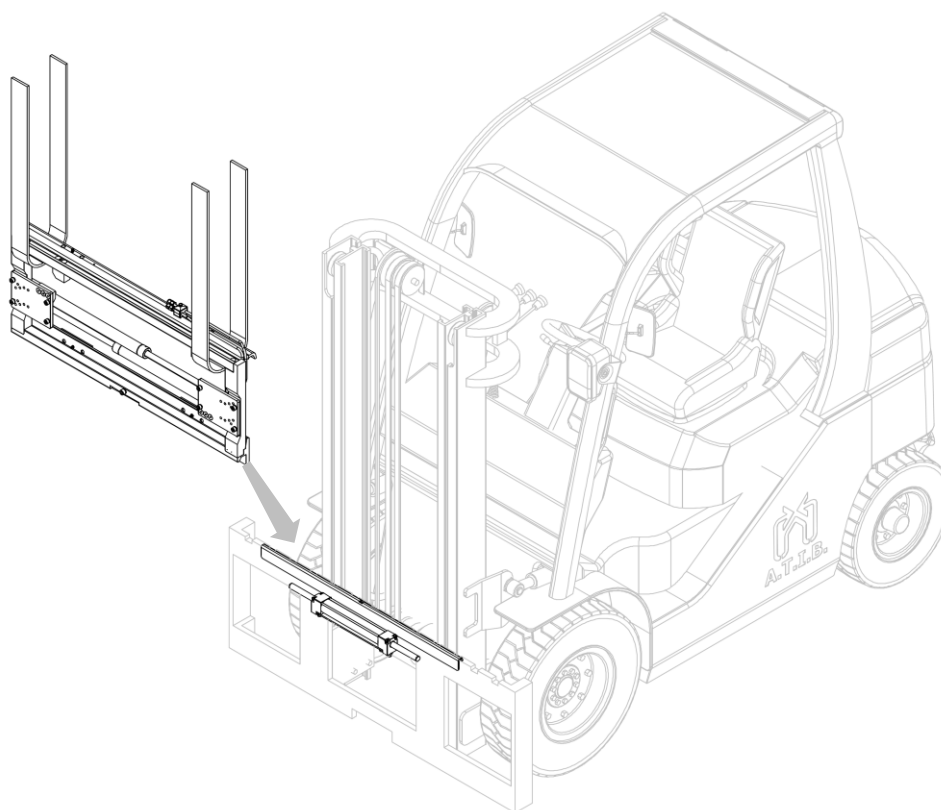

Figura 15
7. Enganche el equipo desde el punto de agarre superior y con un puente grúa colóquelo en el doble gancho, cuidando de colocarlo correctamente (mira *Figura 15*).